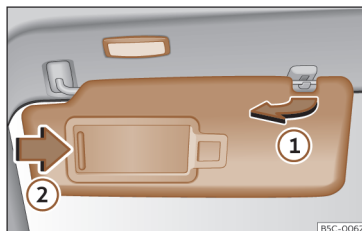

Abb. 89 Sonnenblende.
- Die Sonnenblende kann aus der Halterung herausgezogen und zur Tür»» Abb. 89 ① geschwenkt werden.